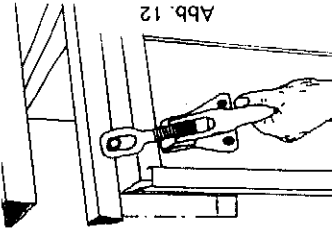

Abb. 12
33. Bei der Inbetriebnahme ist zu überprüfen, ob das Streuwerk fest mit dem Fahrzeug verbunden ist. Um einen stetigen festen Sitz zu gewährleisten, ist ein Nachstellen an der Spannvorrichtung möglich. (Abb. 12)
- 33) When putting the unit into operation, see that the spreader is securely attached. To ensure firm attachment at all times, adjustment can be made to the clamps (Fig. 12).
33. A la mise en service, s'assurer que l'épandeur est solidement fixé au véhicule. Afin d'assurer toujours une fixation correcte, les tendeurs sont dotés d'une possibilité de réglage (fig. 12).